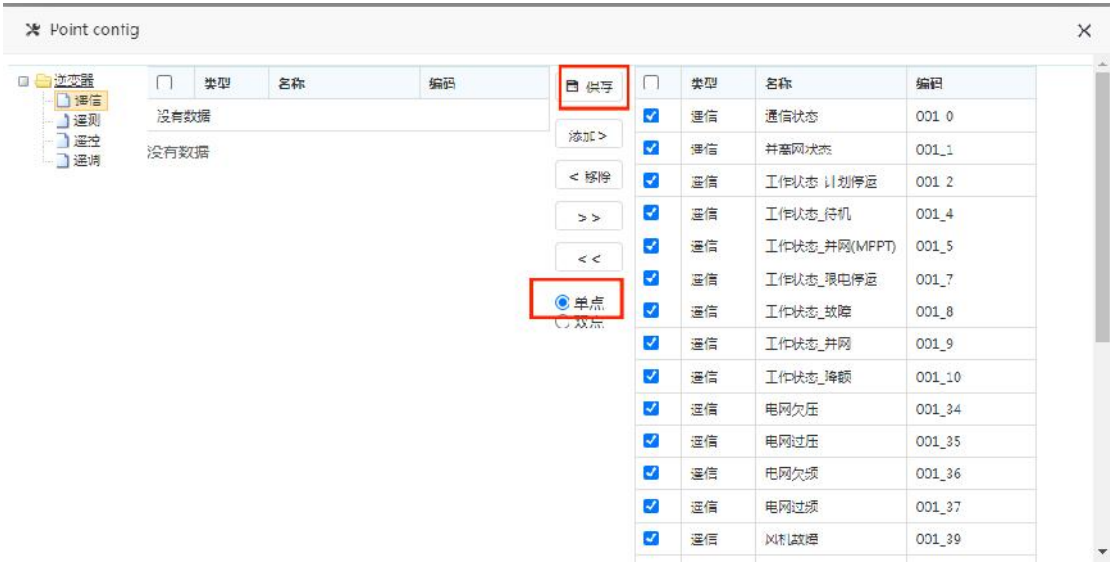

图 5.38
4.根据电站实际，选择需要的遥信点，如图 5.38，点击【添加】-【保存】，遥信点配置完成